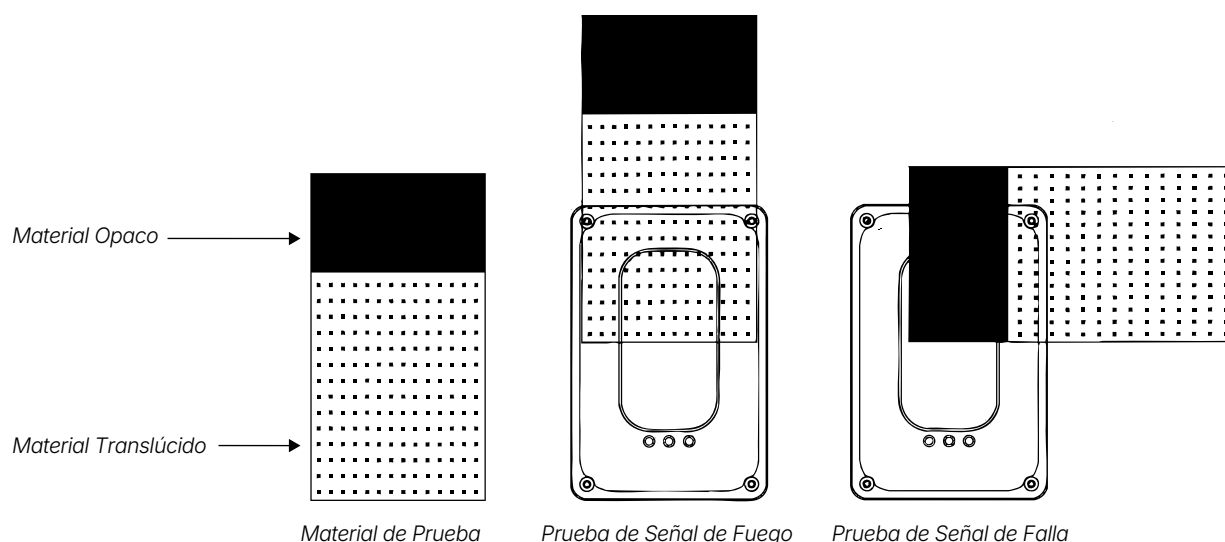

Figura 9: Detalle de la prueba
- a. Utilizando los materiales opacos/translúcidos suministrados, cubra la mitad del detector de haz con la parte translúcida del material. En menos de 30 segundos, el LED rojo [fuego] se encenderá de forma continua, indicando una señal de incendio. [Los relés de alarma contra incendios [HJ1 y HJ2] se bloquearán en posición normalmente cerrada]. Consulte la figura 9.